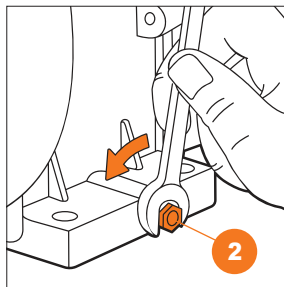

Рис. 21
- Убедитесь, что двигатель выключен ①.
- Откройте заливную горловину ③.
- Удалите пробку сливного отверстия ② (Рис. 21).
- Установите пробку сливного отверстия ②.
- Для проверки уровня масла отвинтите крышку щупа заливной горловины ③, протрите щуп и опустите его в заливную горловину, крышку не закручивайте, затем извлеките его, подерживайте уровень масла по верхней отметке щупа.